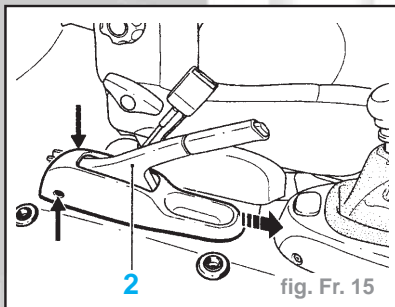

fig. Fr. 15
- Déposer le pontet (deux vis) ainsi que le cache plastique (2) du levier (fig. Fr. 15).